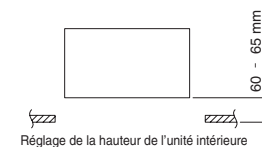

Fig. 7-13
- (2) Utiliser les boulons à suspension pour ajuster la hauteur de l'unité intérieure de manière à ce que la distance soit entre la partie inférieure de l'unité intérieure soit le compartiment du filtre optionnel et la surface du plafond est entre 60 – 65 mm. (Fig. 7-13)